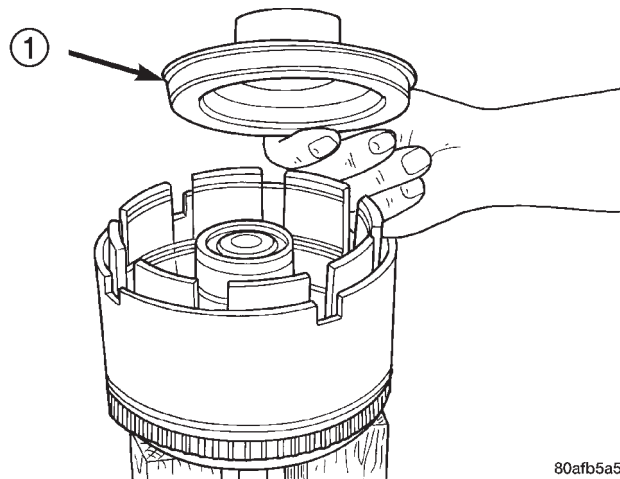

Fig. 213 EmboLO del embrague de submultiplicación
(20) Retire el émbolo del embrague de submultiplicación (Fig. 213).